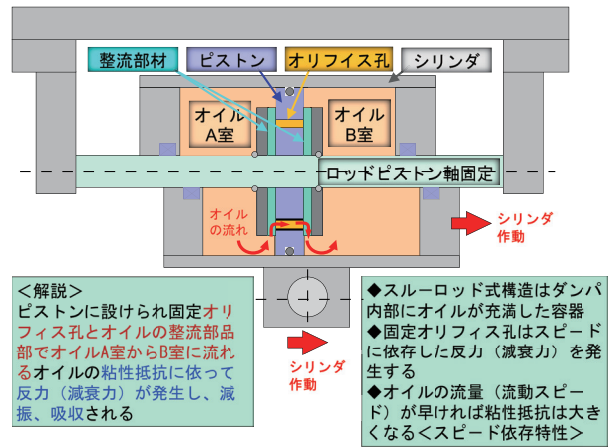

図6 減衰力発生仕組みとダンパ構造<スローロッド式>
- ・ダンパは柱から伝達された動きを、内部のオイル流路より、オイル粘性による抵抗力（減衰力）で減衰させる（図6）。
オイル粘性の特性により、小さな揺れから大きな揺れまで高いレスポンスで最適な性能を発揮する。また、繰り返しや継続的な地震振動にも常に安定した性能で有効に作用する構造となっている。さらにスルーロッド式ダンパ構造(図6)を採用したことにより左右同一特性を確保し、減衰発生部のオリフィス孔と整流部品を採用したことで、高減衰力でのキャビテーションの発生も低減させた。これらによって高い制振性能を実現した。